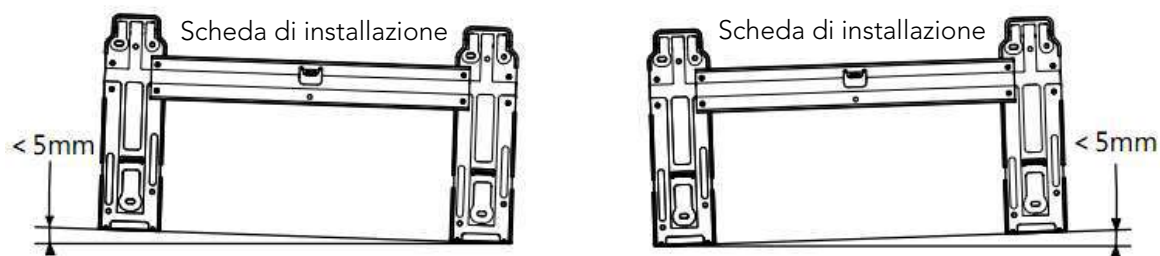

Fig 4
- Rimuovere la piastra di installazione in metallo dall'unità interna. Regolare la piastra di installazione in posizione orizzontale. La differenza di altezza tra i lati sinistro e destro della piastra di installazione deve essere inferiore a 5 mm. (Fig.4)